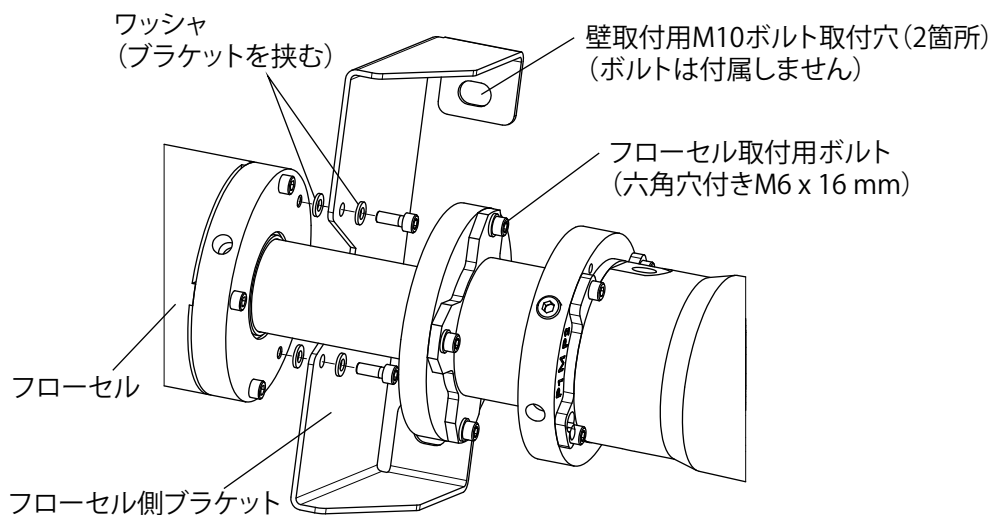
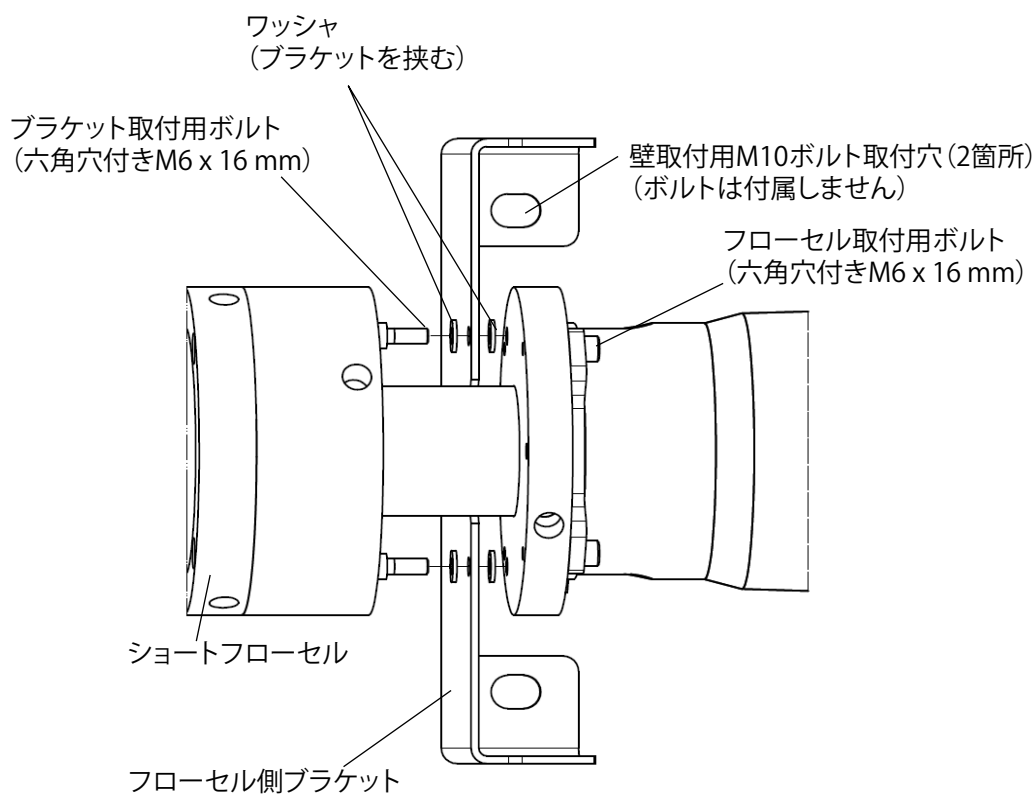

図2.13 フローセル側 (-EXT、/W)
図2.14 ショートフローセル側 (-SES、/WS)
- (1) アナライザ側ブラケット (-EXT, -SES 共通) をアナライザにワッシャ、アナライザ取付用ボルト (六角穴付き M6 x 10 mm) で固定します。
- (2) フローセル側ブラケットをフローセルにブラケットを2つのワッシャで挟んだ状態でフローセル取付用ボルト (六角穴付き M6 x 16 mm) で固定します。フローセルタイプとショートフローセルタイプで取付箇所が異なります。図 2.13、図 2.14 をご参照ください。